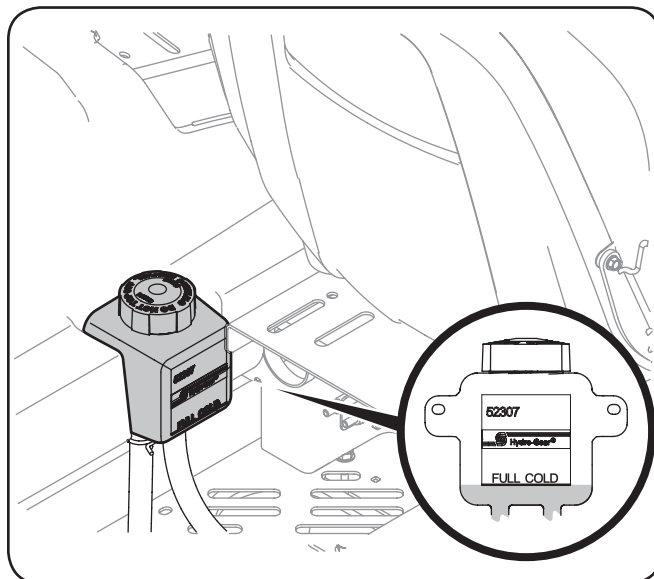

Figure 6-4
1. Basculez le siège du conducteur vers l'avant et nettoyez le bouchon du réservoir et la zone autour du bouchon afin que les débris ne contaminent pas l'huile. Voir Figure 6-4.
2. Tournez le bouchon dans le sens anti-horaire pour le retirer, puis vérifiez le niveau d'huile. Il doit y avoir de l'huile au fond de la cuvette et le niveau d'huile NE doit PAS dépasser la marque PLEIN FROID (FULL COLD). Voir Figure 6-4. NE REMPLISSEZ PAS CE RÉSERVOIR.